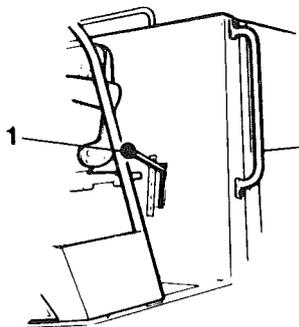

Abb. 8 Fahrerkabine
- 3 Den Schalthebel (1, Abb. 8) in die gewünschte Stellung bringen; siehe Aufkleber.